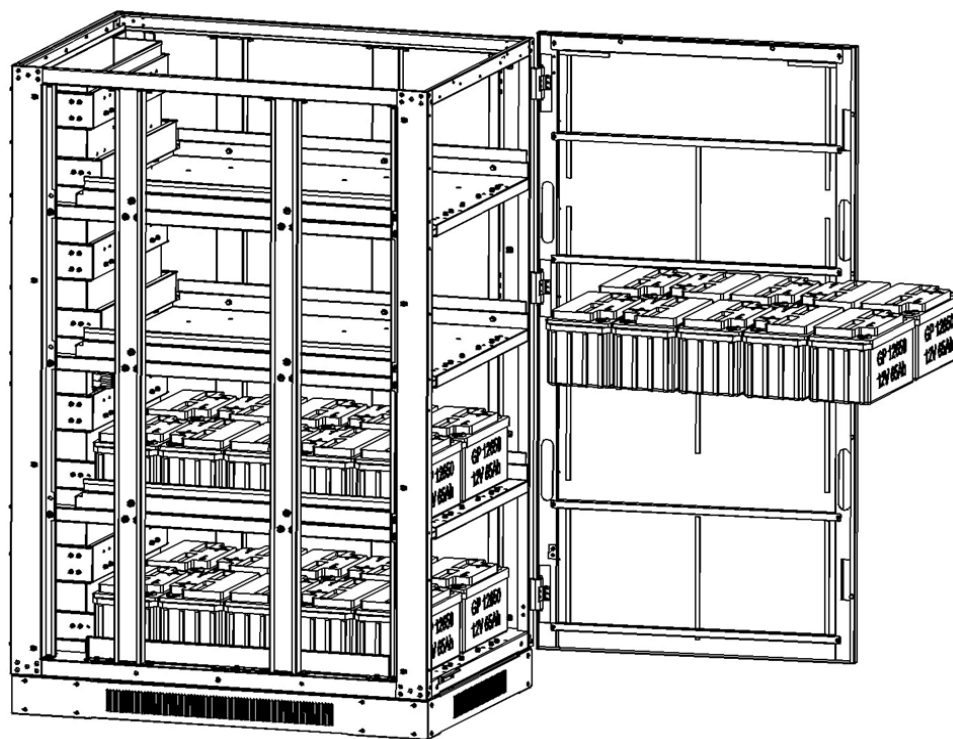
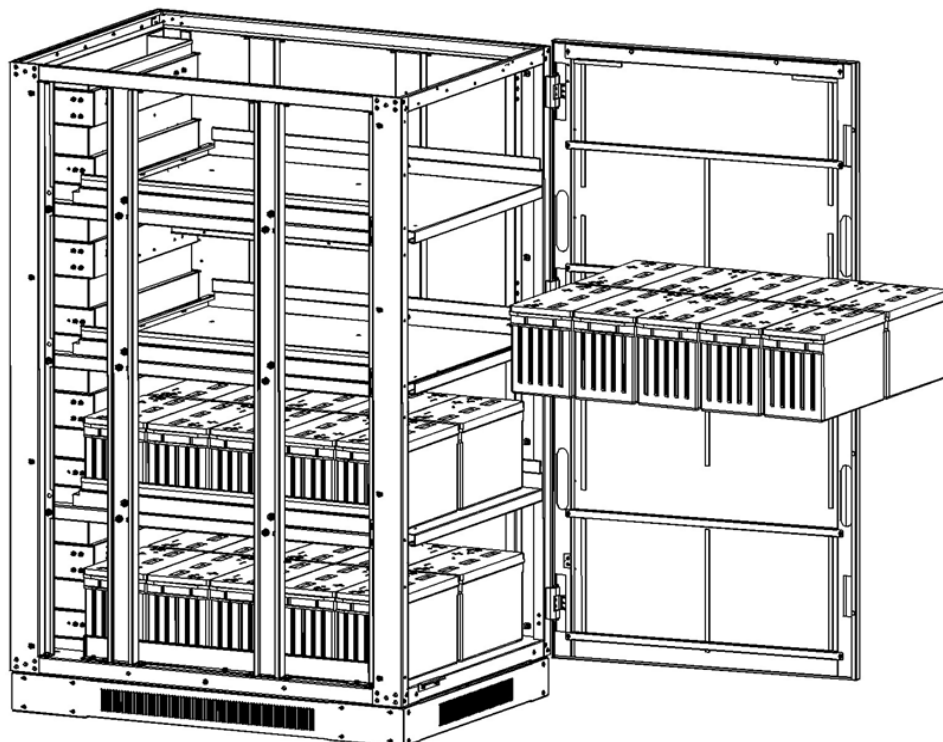

Figura 5-35: Modelo BP240V65L-NIB
Figura 5-36: Modelo BP240V100L-NIB
6. Instale 10 módulos de baterías en la capa 3 (Figura 5-35: Modelo BP240V65L-NIB o Figura 5-36: Modelo BP240V100L-NIB).